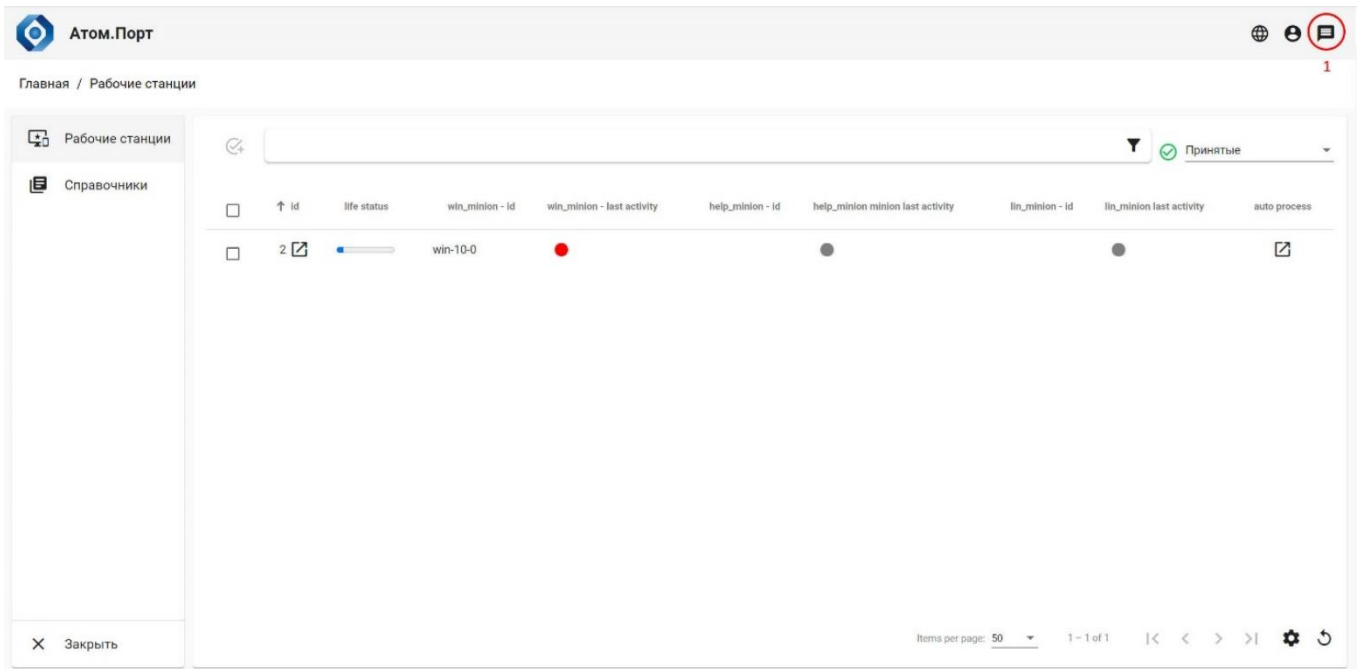

Рисунок 41 – Переход на страницу просмотра сообщений Системы
1. Нажать пиктограмму «Сообщения» в главном меню веб-интерфейса (Рисунок 41, поз. 1).